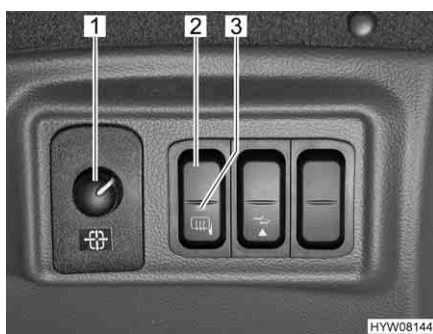

Fig. 19 Interruttore per gli specchietti esterni a regolazione elettrica
*Regolazione:* ■ Selezionare lo specchietto da impostare. A tal fine premere l'interruttore girevole (Fig. 19,1) verso sinistra oppure verso destra.
■ Premendo l'interruttore (Fig. 19,1) regolare lo specchietto nella posizione corrispondente.
*Accensione del riscaldamento:* ■ Premere l'interruttore (Fig. 19,2). La spia rossa di controllo (Fig. 19,3) nell'interruttore indica il funzionamento.